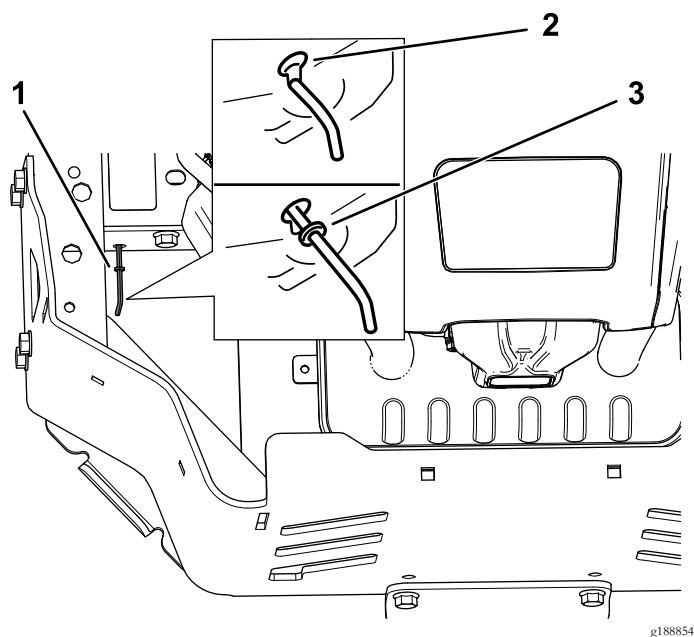

Figura 36
4. Mova as alavancas de derivação para frente através do orifício da chave e para baixo para as bloquear no lugar (Figura 36).
Mova as alavancas de derivação para trás através do orifício da chave e para baixo para as bloquear no lugar, como se mostra na Figura 36.